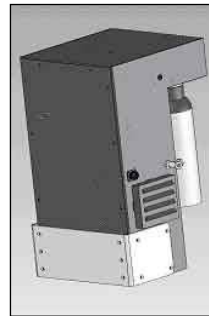

Bild 2
3. Wird der Dosierer auf einen Ladewagen aufgebaut, sollte die Stütze seitlich am Pumpengehäuse angebracht werden (siehe Bild 2).